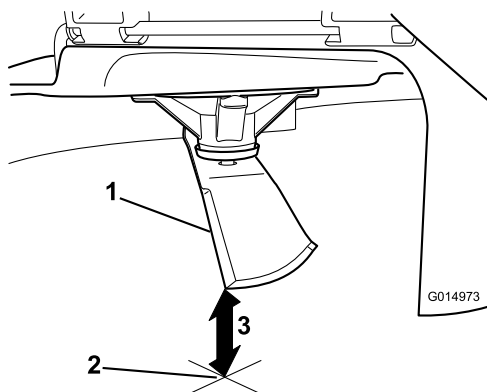

Figura 98
3. Mida desde la punta de la cuchilla hasta la superficie plana (Figura 98).